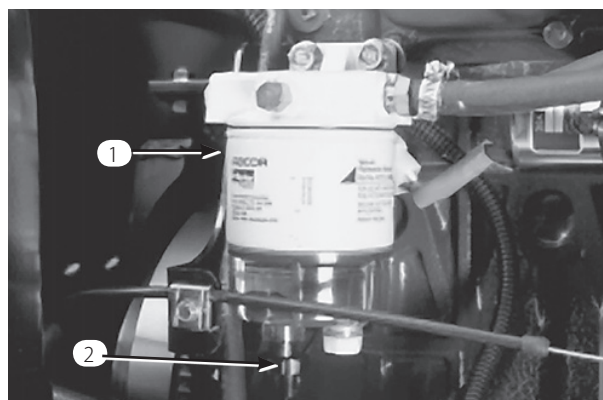

図 46
水抜きは毎日おこなってください (図46)。
2. フィルタ容器下部のドレン・プラグをゆるめて水や異物を流し出す (図46)。終了したらプラグを締める。